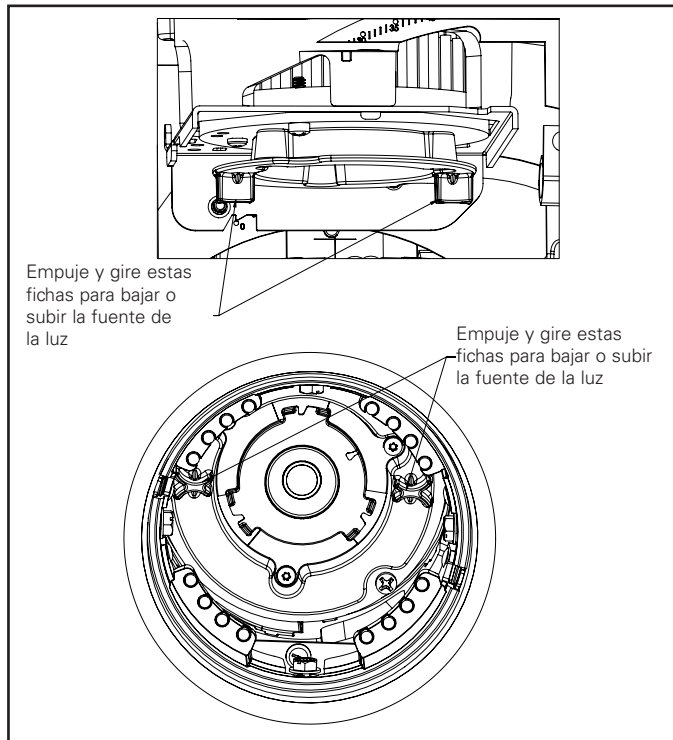

Figura 18
4. Para bajar la posición, empuje suavemente hacia arriba la fuente de la luz mediante el uso de las fichas del soporte del LED y luego gírela en sentido contrario a las agujas del reloj hasta que sienta que está bloqueada en su posición (Figura 18).